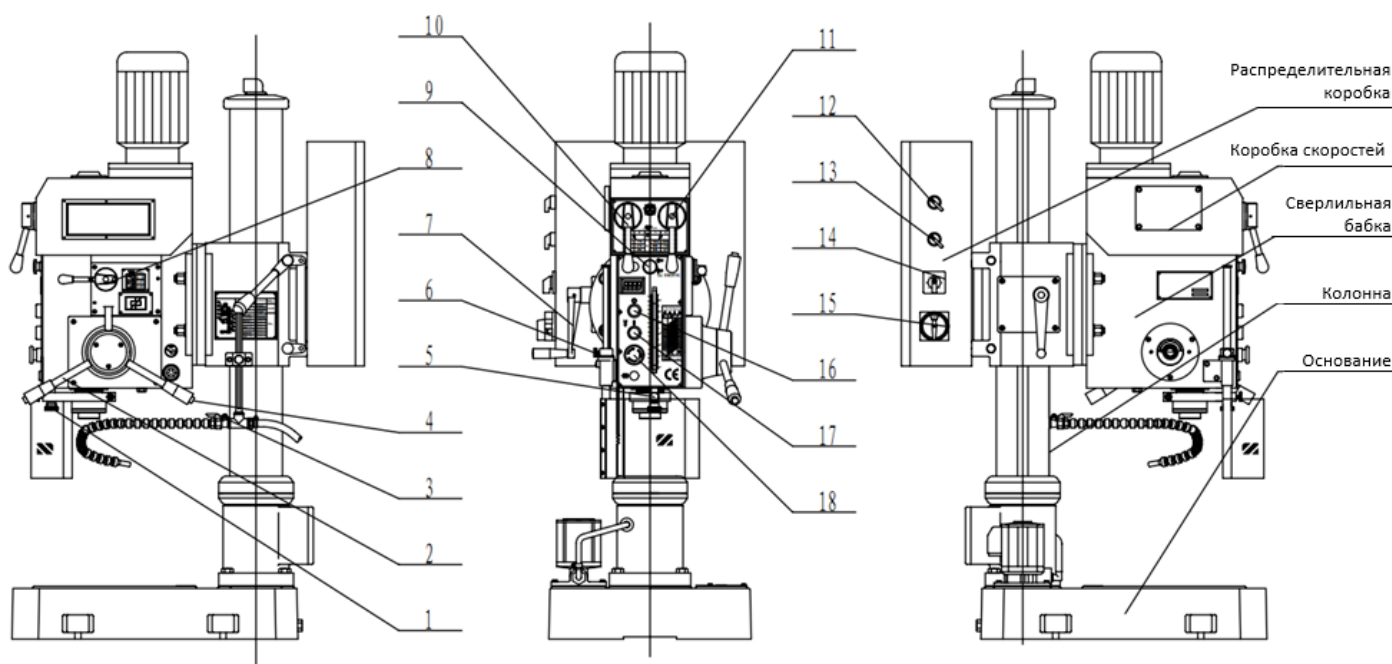

Рис.1
Для включения станка переведите главный выключатель (15, рис.1) в положение «ON». На панели управления головки станка загорится индикатор сети. Выберите необходимую скорость вращения шпинделя, пользуясь переключателями (10, 11, 14, рис.1).
Включите вращение шпинделя, нажав на кнопку (17, рис.1)
Пользуясь таблицей, расположенной на передней части сверлильной головки, выберите необходимую скорость и установите требуемые положения ручек (10, 11, 14, рис.1)
Ручная подача: На сверлильной бабке справа расположены три рычага подачи (2, рис.1).
Установите переключатель (13, рис.1) на режим сверления. Возьмитесь за любой из трёх рычагов и опустите вниз. Шпиндель начнёт двигаться вниз, если рычаг поворачивать против часовой стрелки. Шпиндель начнёт двигаться вверх, если рычаг поворачивать по часовой стрелке.
Автоподача: Выберите нужную скорость автоподачи по табличным данным на передней части сверлильной головки, и установите ручки (10, 11, 14, 8) в требуемое положение. Установите переключатель (13, рис.1) на режим сверления. Запустите шпиндель (17, рис.1). Поверните рычаг подачи пиноли на себя и нажмите на кнопку (4, рис.1). Включится автоподача. После достижения заданной глубины сверления или при повороте
Для серийного производства необходимо задать глубину сверления. Для этого существует шкала спереди сверлильной бабки. Ослабьте винт с накаткой (5, рис.1) поворотом рукоятки (1, рис.1), перемещением шкалы задайте нужную глубину, затяните винт (5). Теперь глубина сверления задана.
Установите требуемую скорость вращения шпинделя положением ручек (10, 11, 14, рис.1). Установите переключатель (13, рис.1) в режим нарезания резьбы. Запустите шпиндель (17, рис.1) Поверните рычаг подачи (2) и приблизьте метчик к заготовке. Необходимо приложить некоторое усилие (в зависимости от размера резьбы) для входа метчика в отверстие. При достижении необходимой глубины нарезания резьбы нажмите на кнопку (4, рис.1), направление движения шпинделя сменится на противоположное и метчик выйдет из заготовки. Также реверс автоматически включается при достижении заданной глубины сверления. После возвращения пиноли в исходное положение направление движения вернется к первоначальному.
Остановить станок можно, нажав на кнопку (16, рис.1). Если требуется аварийная остановка при работе, нажмите кнопку аварийной остановки (18, рис.1), что приведёт к отключению станка.
Станок оснащён устройством быстрой смены режущего инструмента, управляемым рукояткой (9, рис.1). Надавите рукоятку (9) в направлении сверлильной бабки, если требуется установка режущего инструмента. При снятии инструмента надо немного выкатить пиноль, вытянуть рукоятку (9), и, придерживая режущий инструмент левой рукой, поднимите пиноль, инструмент выпадет вниз.